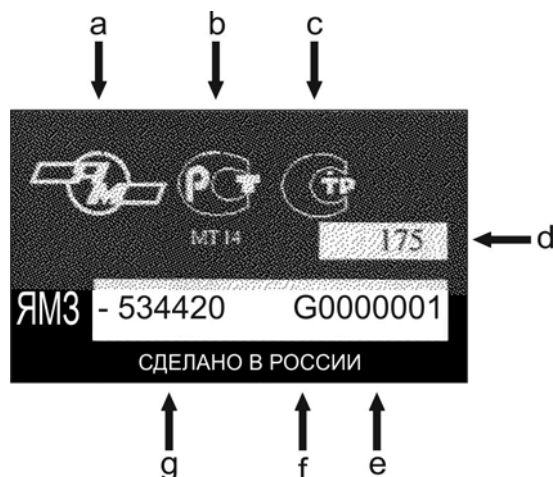

Рис. 1.3. Пример нанесение номера двигателя ЯМЗ
**Идентификационный номер двигателя ЯМЗ** выбит на заводской табличке (рис. 1.3), расположенной на блоке цилиндров с левой стороны в передней части.